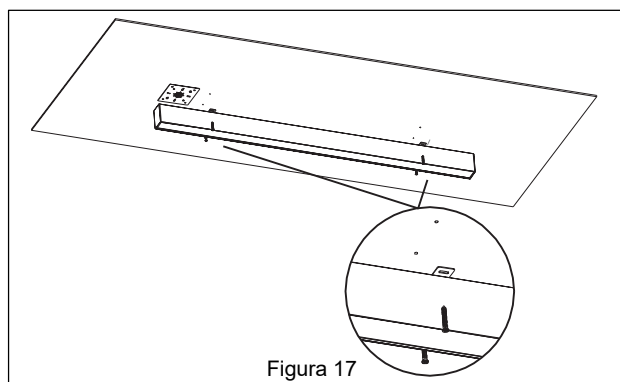

Figura 17
- Asegura la lámpara a la superficie de montaje con tornillos largos. **Ver Figura 17.**